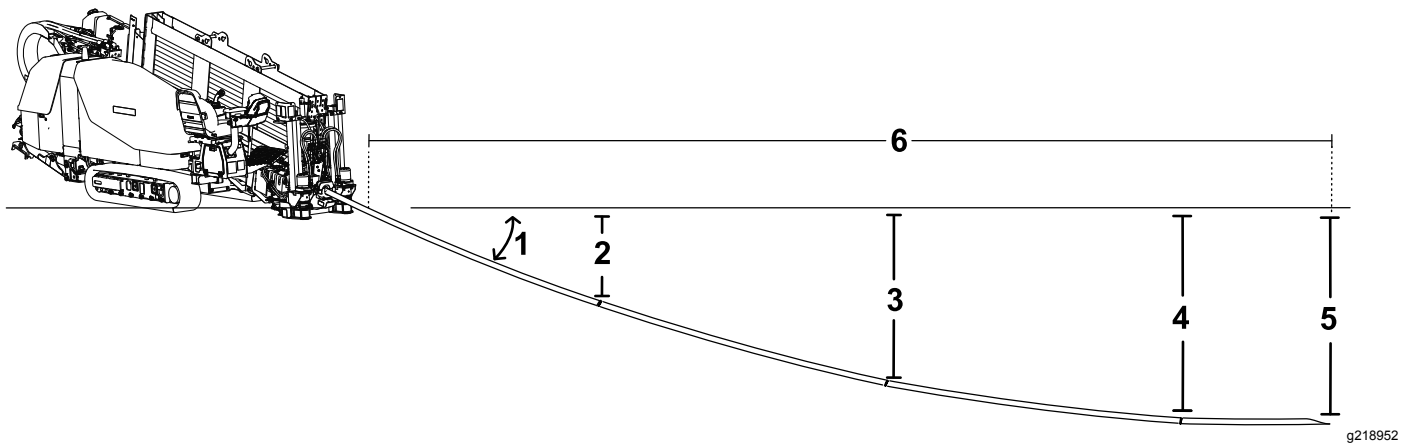

Рисунок 45
- Вы вставляете первые 3 м (10 футов) буровой трубы с буровой лопаткой в землю без изгиба. Конец буровой лопатки находится на глубине 53 см (Рисунок 45).